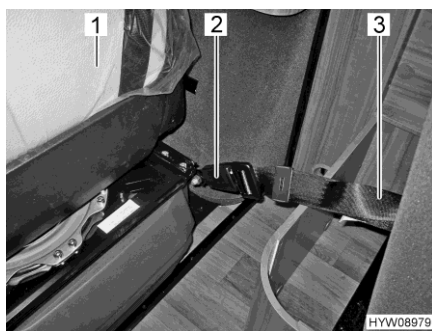

Fig. 24 Fissare il sedile installabile mediante la chiusura della cintura
- Fissare la cintura di ritegno (Fig. 24,3) allo schienale del sedile mediante la chiusura della cintura (Fig. 24,2) sullo schienale del sedile del passeggero (Fig. 24,1).